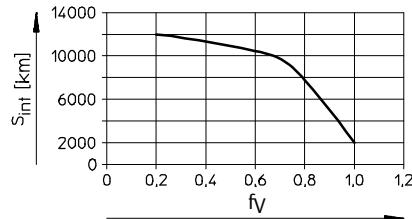

Fig. 8
- En présence d'**un** de ces facteurs, diviser par deux l'intervalle de graissage S_{int} (\Rightarrow Fig. 8).
1. Calculer le facteur de comparaison de charge f_V au moyen de la formule des charges combinées (→ 11 Caractéristiques techniques) et lire l'intervalle de graissage S_{int} (→ Fig. 8).